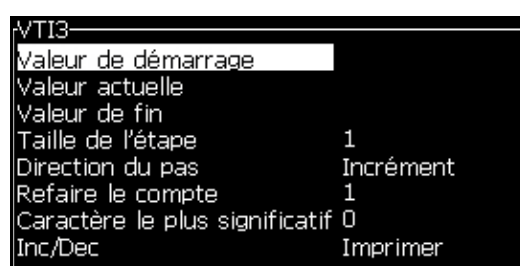

Figure 5-28: Boîte de dialogue Nouveau compteur
- 4 Appuyez sur *Entrée* pour ouvrir la boîte de dialogue *Compteur* pour les compteurs (consulter Figure 5-28).
- 5 Réglez les valeurs pour tous les champs dans la boîte de dialogue *Configuration Compteur* (consulter Figure 5-28).